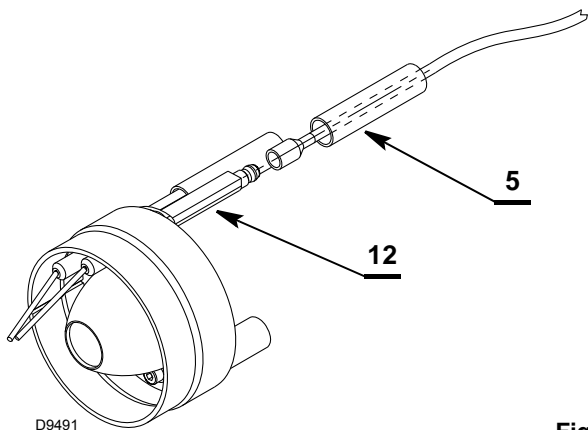

Fig. 27
- Conectar los cables 5) (Fig. 27) a los electrodos 12), controlando que la retención entre los terminales cables - electrodos esté muy firme (eventualmente apretar los terminales de los cables), luego proteger los terminales con los tubos aislantes.